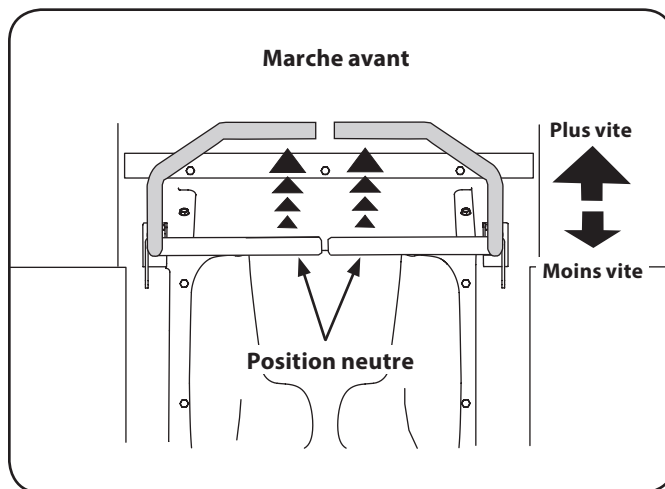

Figure 5-2
1. Poussez lentement et graduellement les barres de conduite vers l'avant. Le tracteur commencera alors à avancer. Voir Figure 5-2.